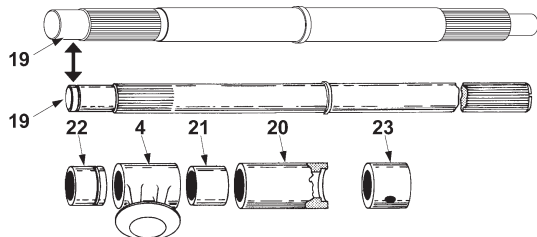

Figure 10
- B. Placez le corps de vanne (1) sur une surface plane de sorte que le siège soit orienté vers le bas.
- C. Enduisez le guide inférieur (22) avec le lubrifiant recommandé et insérez-le dans le corps.
Remarque : La rainure dans le guide (22) doit être orientée vers le centre du corps. Consultez la Figure 10 pour disposer de la bonne séquence d'assemblage. Si l'arbre (19) est du modèle précédent, il peut comporter une rainure circulaire. Dans ce cas, installez la bague de retenue (18).